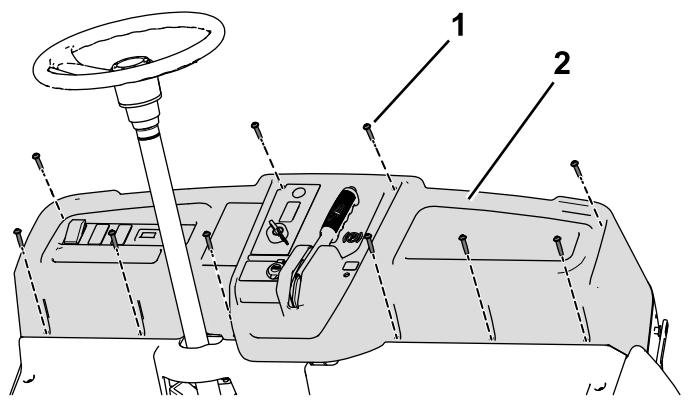

图62
3. 拧下 10 个螺丝 1/4 x 1-1/4 英寸部分卸下仪表板然后断开手刹图62。